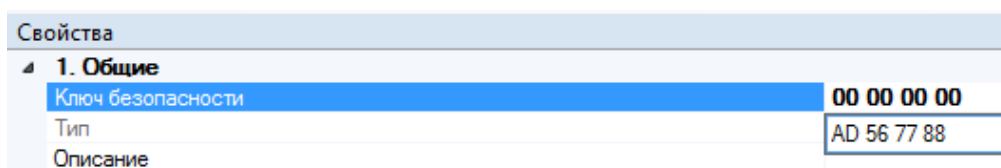

Рисунок 3.2
3.2.3.3 Запрограммировать устройство. Устройство возможно запрограммировать в стандартном режиме или с использованием режима повышенной безопасности. При использовании режима повышенной безопасности в окне программы (на вкладке "Конфигурирование. Устройства", Окно "Свойства", "Общие – безопасность инициализации") необходимо ввести ключ, указанный на устройстве (см. Рисунок 3.2).